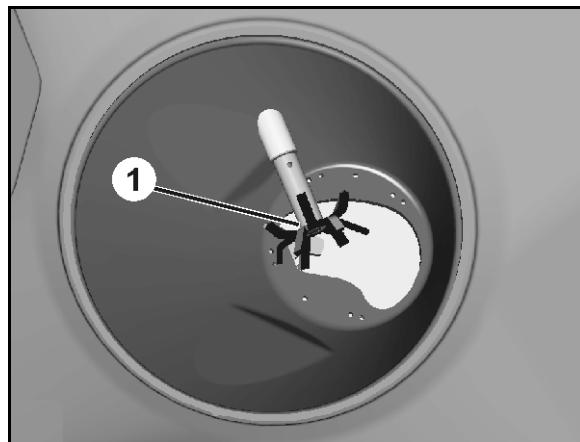

Рис. 15
- **электроники** через терминал управления. Дозирующие заслонки, приводимые в движение серводвигателями (Рис. 15/1), открывают при этом различную площадь проходных отверстий (Рис. 15/2).
- **вручную** при помощи регулирующих рычагов (Рис. 15/3) путем установки разной площади проходных отверстий (Рис. 15/2). Требуемое положение заслонки можно найти в таблице распределения или определить при помощи счетной линейки.
Чтобы открыть и закрыть проходное отверстие, дозирующая заслонка перемещается при помощи гидравлического привода (Рис. 15/4).